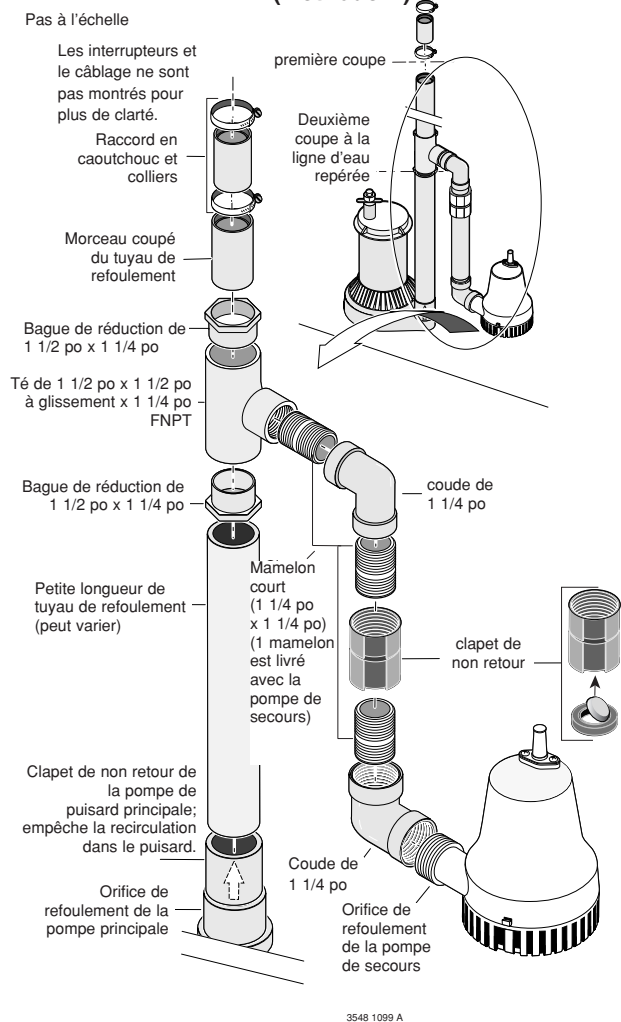

Figure 2 – Schéma de l'installation – Méthode A
La méthode recommandée suggère d'installer les deux pompes sur le fond du puisard. Se reporter à la Figure 2. Le diamètre minimum requis du puisard à sa partie inférieure et sa profondeur recommandée doivent être de 18 po.
1. Procéder à une deuxième coupe du tuyau de refoulement au repère fait au crayon, comme il est illustré à la Figure 1 de la page 16 et à la Figure 2 de la page 17. Avec un chiffon propre, nettoyer les extrémités du tuyau, puis mettre de côté le morceau de tuyau de refoulement coupé.
1. Procéder à une deuxième coupe du tuyau de refoulement, là où le repère au crayon a été fait lors de l'opération 1.; mettre le morceau de tuyau de refoulement coupé de côté. Voir la Figure 2.